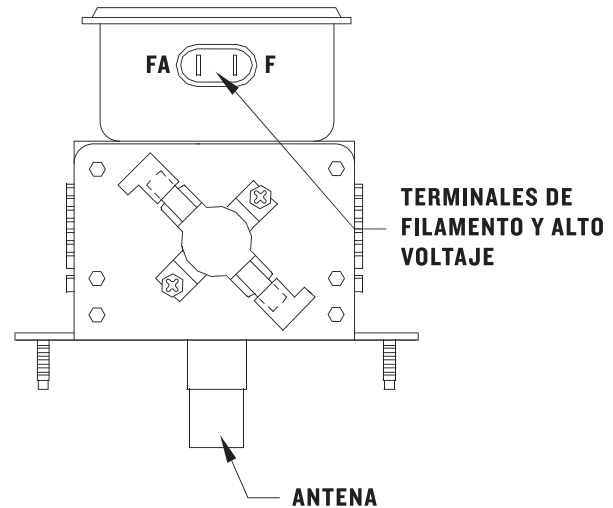

FIGURA 22: Magnetrón (N/P 100861)
2. Aísle el magnetrón del circuito desconectando los cables de los terminales F y FA. Figura 22.
3. Un ohmiómetro conectado entre los terminales de filamento (F, FA) debe indicar una lectura menor que 1 ohmio. Figura 22.